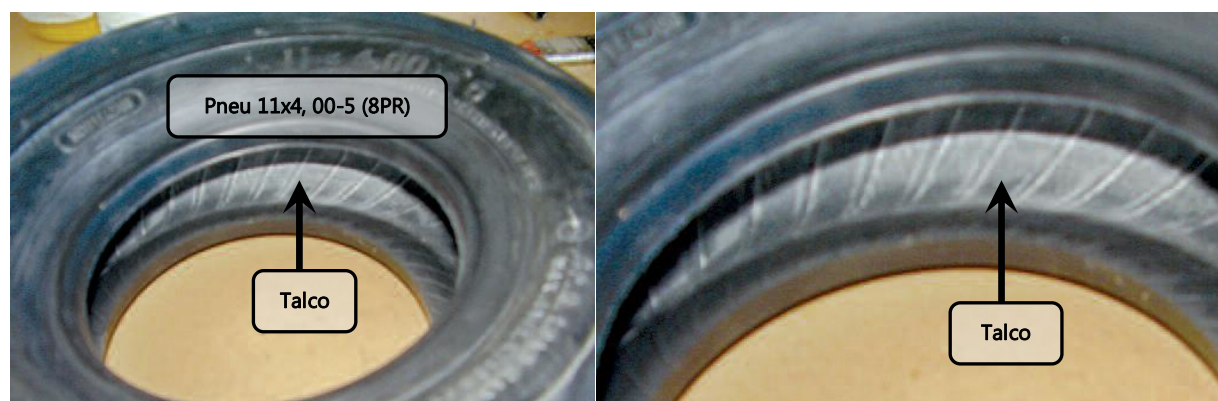

Figura 32.40.6 – Aplicação de talco no pneu.
1. Aplicar talco industrial em todo o interior do pneu e no exterior da câmara de ar, retirando o excesso, ver figura 32.40.6.